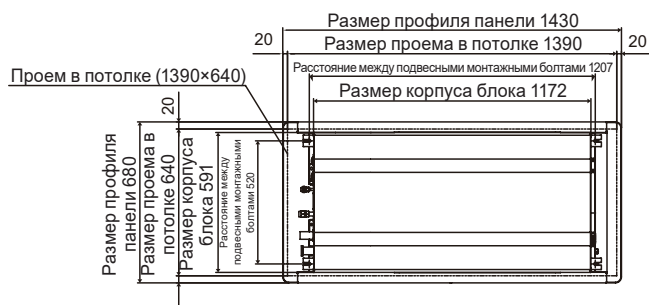

Рисунок 3.5
- 1. Изготовьте в потолке отверстия размером $1390 \times 640 \text{ мм}$, согласно габаритам монтажной панели (принадлежность 4). См. рисунок 3.5.